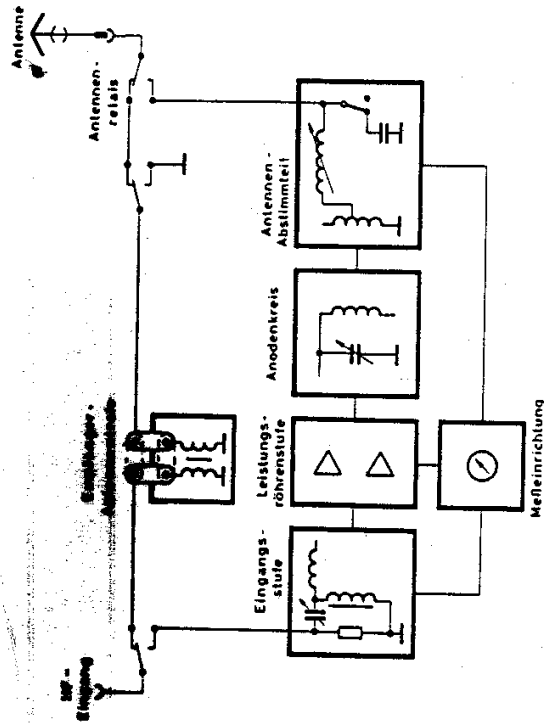

Bild 10. Blockschaltbild des Verstärkerteils LV 80/GRC-9
1.4.2.2. Verstärkerteil LV 80/GRC-9 (Bild 10)